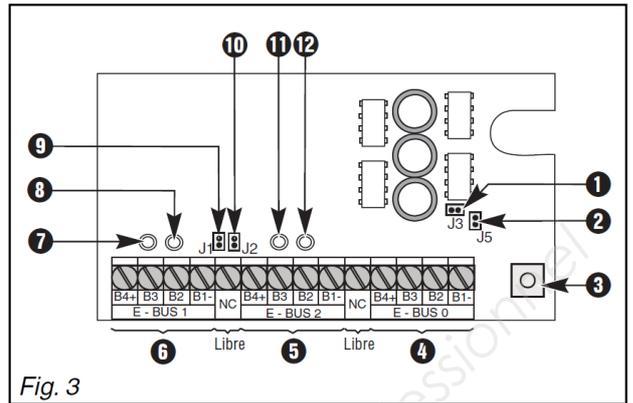

Fig. 3
3.2.1 Carte amplificateur de bus SMR 11 (fig. 3)
- Le cavalier ❶ pour connecter/isoler l'alimentation B1- des sorties bus 1 et 2.
Si la carte SMR 11 n'est pas montée dans le boîtier SAR 11, le connecteur ❷ de la (fig. 3) doit, soit être relié à un contact d'auto surveillance externe, soit être mis en court circuit.